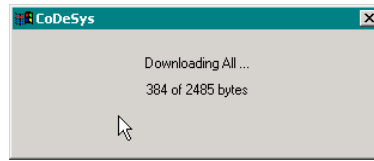

Рис. 27. Отображение хода загрузки программы
1. Выберите команду **Online–Login**. При успешном соединении на экран будет выведена диалоговая панель, показанная на рис. 27.
3. Нажмите кнопку **Yes**. На экран будет выведено окно, отображающее ход загрузки программы, показанное на рис. 27.